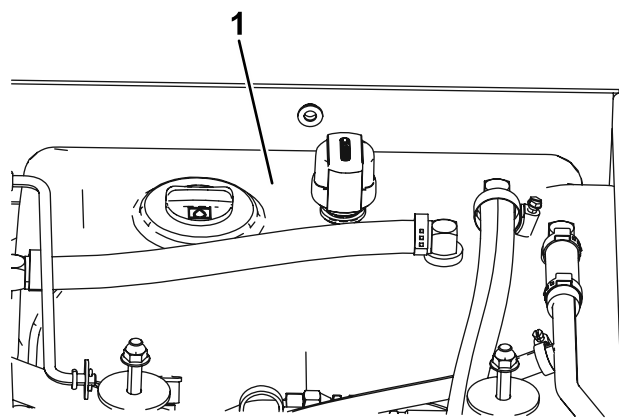

Рисунок 116
4. Залейте гидравлическую жидкость в бак (Рисунок 116); см. Проверка гидравлической жидкости \(страница 91\).